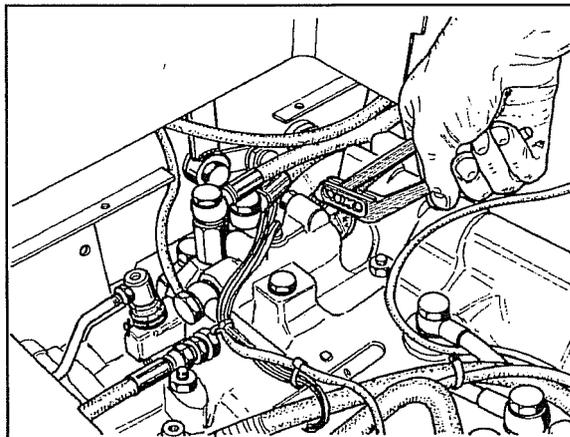
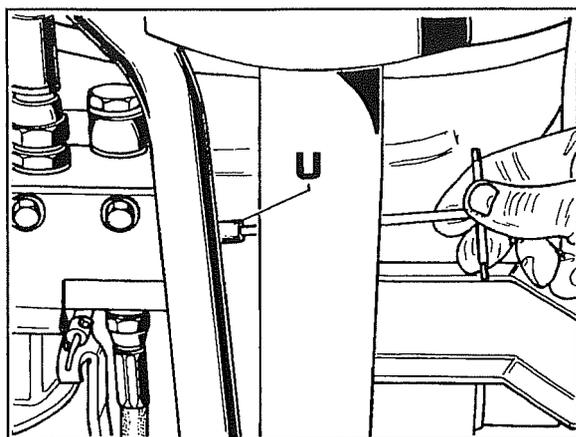

Fig. 24
Fig. 25
- a. Luego de haber quitado la protección desenroscándola, accionar el tornillo de regulación presión del soporte distribuidores como se ve en la fig. 24, si eventualmente el manómetro no vuelve a la presión de trabajo, es necesario operar con el relativo mando válvula prioritaria (**U** fig. 25) para restablecer el valor, luego bloquearla.
- b. Logrados los 150 bar en el manómetro operar nuevamente con el tornillo de regulación presión del soporte distribuidores fig. 24 hasta hacer descender el valor por debajo de los 150 bar.